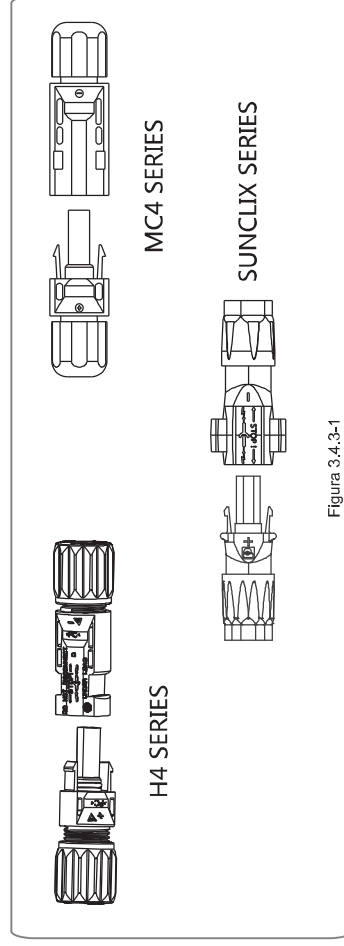

Figura 3.4.3-1
- (1) Antes de ligar os painéis fotovoltaicos, certifique-se de que os conectores estão com a polaridade correta. A incorreta polarização pode danificar permanentemente o equipamento.
- (2) Certifique-se de que a tensão do circuito do painel fotovoltaico não exceda a tensão máxima de entrada do inversor.
- (3) Somente conectores DC fornecidos pela NHS serão permitidos para uso.
- (4) É proibida a conexão do fio PE (fio terra) nos conectores DC, caso contrário, ele irá danificar o equipamento.
- (5) Não conecte o fio FV positivo ou negativo ao fio PE. Caso contrário, causará danos ao inversor.
- Existem três tipos de conectores DC: SUNCLIX, MC4 e Amphenol H4 Series. Consulte a figura 3.4.3-1.